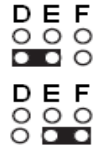

рис.8.9
2. поставить перемычку на нижнюю пару контактов DE (см. рис. 8.9)
2. поставить перемычку на нижнюю пару контактов EF (рис.8.9)